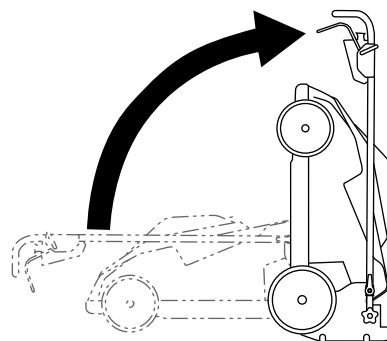

Figura 21
6. Levante la parte delantera de la máquina con el manillar y llévela al lugar de almacenamiento (Figura 21).
3. Pliegue el manillar hacia adelante del todo, como se indica en la Figura 21.